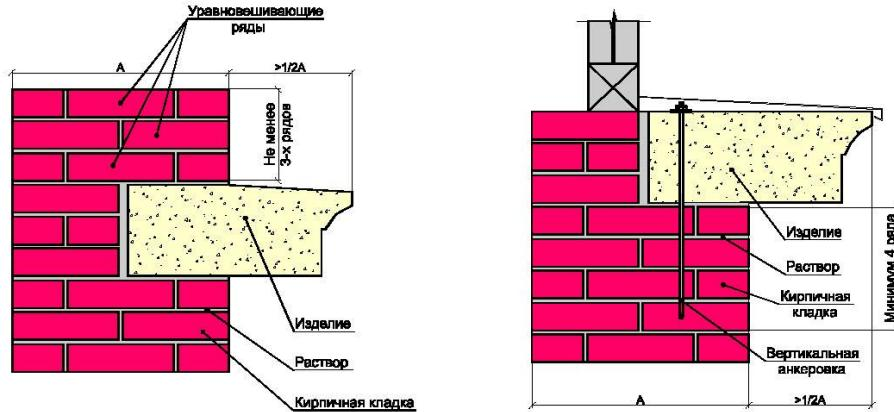

Рис. 6.
– при превышении выноса более чем на половину глубины стены, требуется дополнительное уравновешивание элемента кладкой высотой не менее трех рядов или вертикальной анкеровкой на глубину не менее 4–х рядов (см. рис. 6);